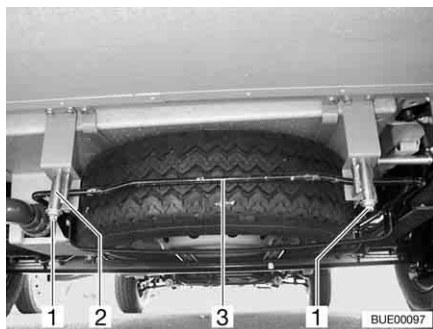

Fig. 211 Supporto per la ruota di scorta
- Allentare i dadi (Fig. 211,1) sul gancio destro e sinistro (Fig. 211,2) del supporto per la ruota di scorta.
- Premer leggermente la staffa (Fig. 211,3) verso l'alto. Contemporaneamente spingere il gancio verso il basso e sganciare la staffa.